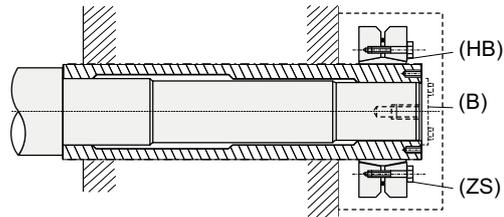

Abb. 12 Einbauzustand
Durch die Spannschrauben (ZS) wird die Buchse (HB) auf die Hohlwelle geschumpft, wodurch Welle und Buchse drehfest miteinander verbunden werden (Abb. 12).